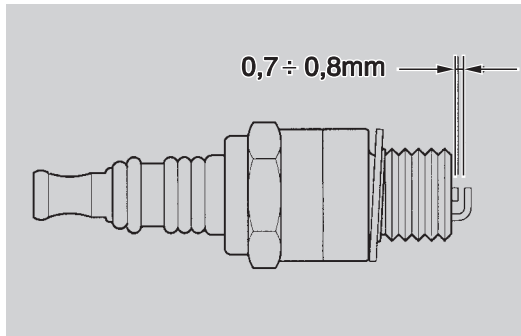

Fig. 51
- Contrôler la distance entre les électrodes (Fig. 51) à l'aide d'un épaisseurmètre. La distance doit être de **0,7 ÷ 0,8 mm**. Eventuellement, la régler en pliant délicatement l'électrode de masse.